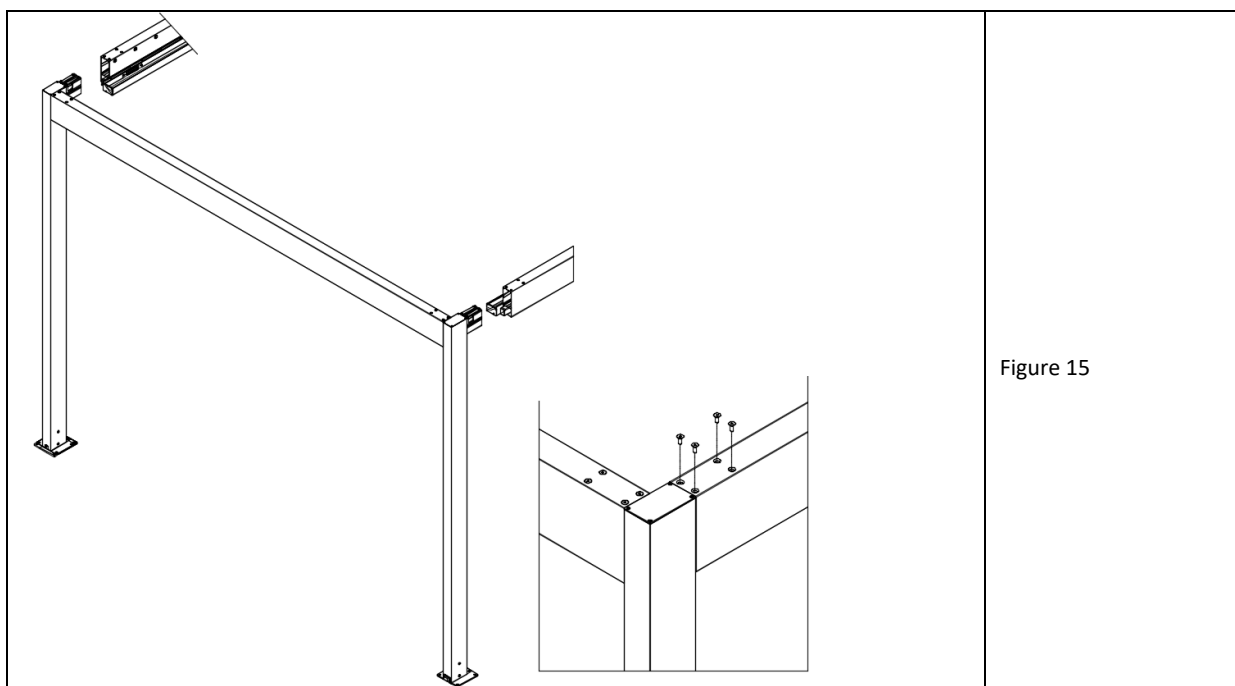

Figure 15
3. Vissez l'extrémité insérée de la poutre longitudinale aux os du cadre transversal à l'aide de 4 vis à tête fraisée M8 x 20 avec une douille à six pans creux, conformément (fig. 15)